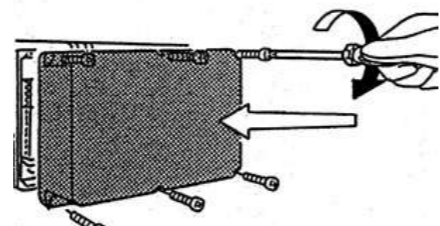

fig.40
8. Riposizionare il coperchio della scatola elettrica del paranco ed avvitare le sei viti. (fig.40)